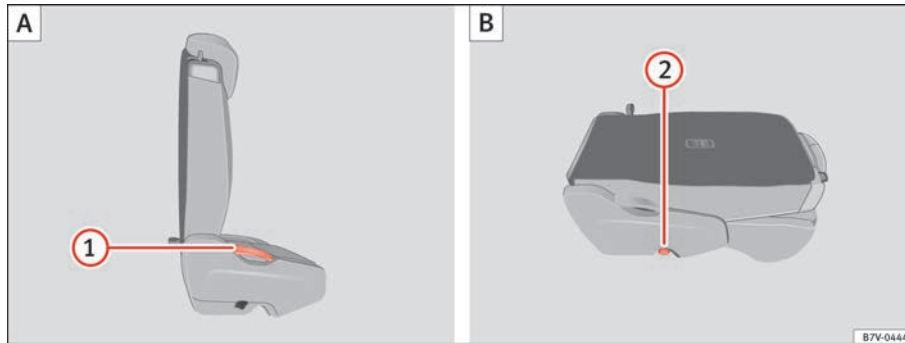
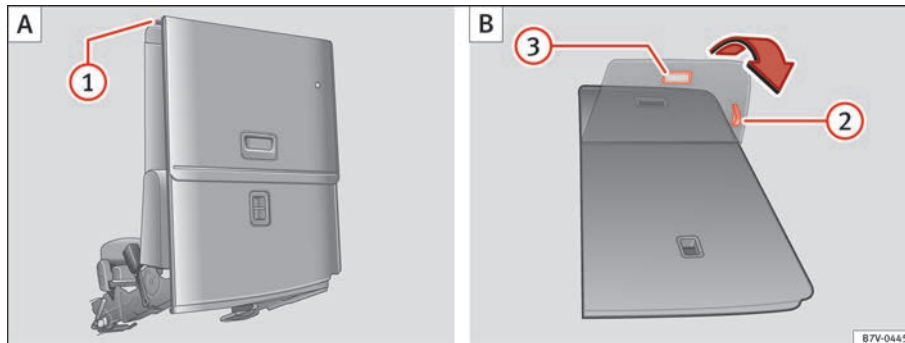

Abb. 89 Zweite Sitzreihe: Rücksitz vorklappen (A), Rücksitz in Ladebodenposition (B).
Abb. 90 Dritte Sitzreihe: Rücksitz in Ladebodenposition klappen (A) und zurückklappen (B).
- Entfernen Sie Gegenstände aus dem Fußraum vor und hinter dem Rücksitz ⇒ ①.
- Hebel ⇒ Abb. 89 ① nach oben ziehen und Rücksitzlehne nach vorn klappen. Der komplette Rücksitz klappt nach vorn ⇒ △.
- Die nach vorn geklappte Rücksitzlehne herunterdrücken, bis die Rücksitzlehne in der Ladebodenposition eingerastet ist ②.
- Gegebenenfalls Hebel ⇒ Abb. 90 ② ziehen, um den Rücksitz in Längsrichtung in die gewünschte Position zu verschieben.
- Hebel ⇒ Abb. 89 ① nach oben ziehen und Rücksitzlehne nach oben in die aufrechte Position klappen. Der komplette Rücksitz klappt nach hinten.
- Schlaufe ⇒ Abb. 90 ② ziehen, um die Sitzabdeckung zurückzuklappen.
- Griff ③ ziehen. Der komplette Rücksitz klappt nach hinten.